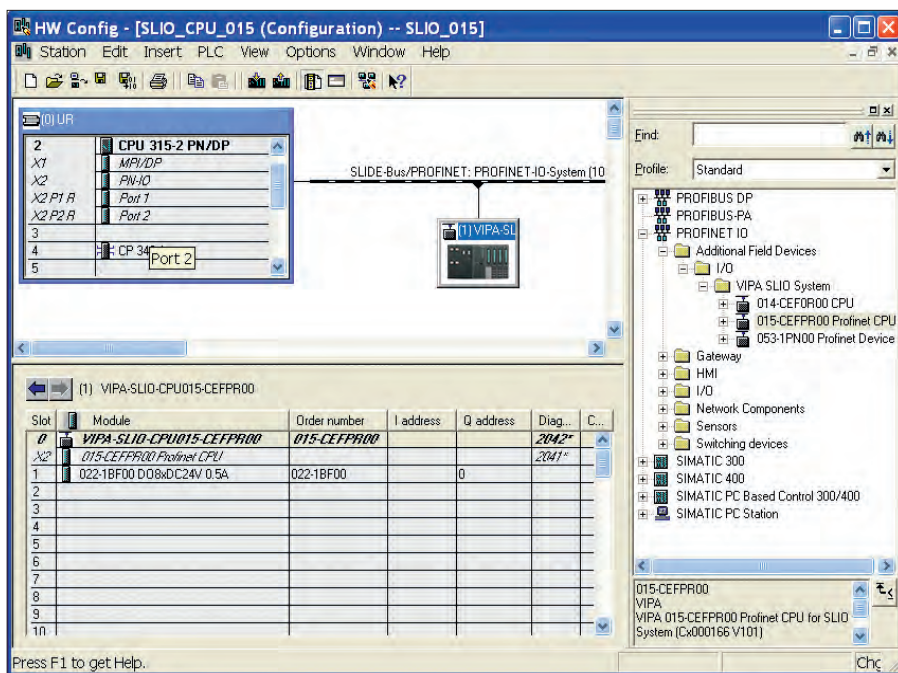

Рис. 1. Установка SLIO CPU 015-CEFP00 в станцию
8. В каталоге оборудования перейдите в раздел **PROFINET IO -> Additional Field Devices -> I/O -> VIPA SLIO System** и из него перетащите мышью компонент **015-CEFP00 Profinet CPU** на изображение ранее добавленной подсети PROFINET с именем **SLIDE-Bus/PROFINET** (рис. 1).